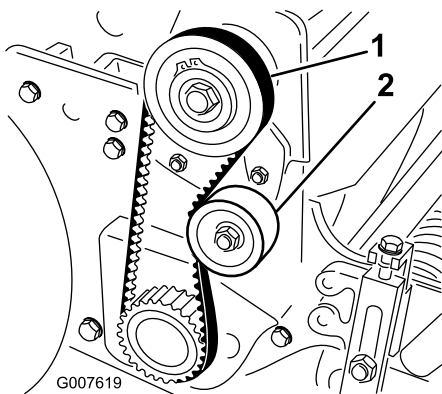

Figura 35
2. Controllate la tensione premendo la cinghia al centro tra le pulegge (Figura 35) con una forza di 18–22 N. La cinghia deve flettersi di 6 mm.
verso il retro della cinghia, fino a ottenere la tensione desiderata (Figura 35).